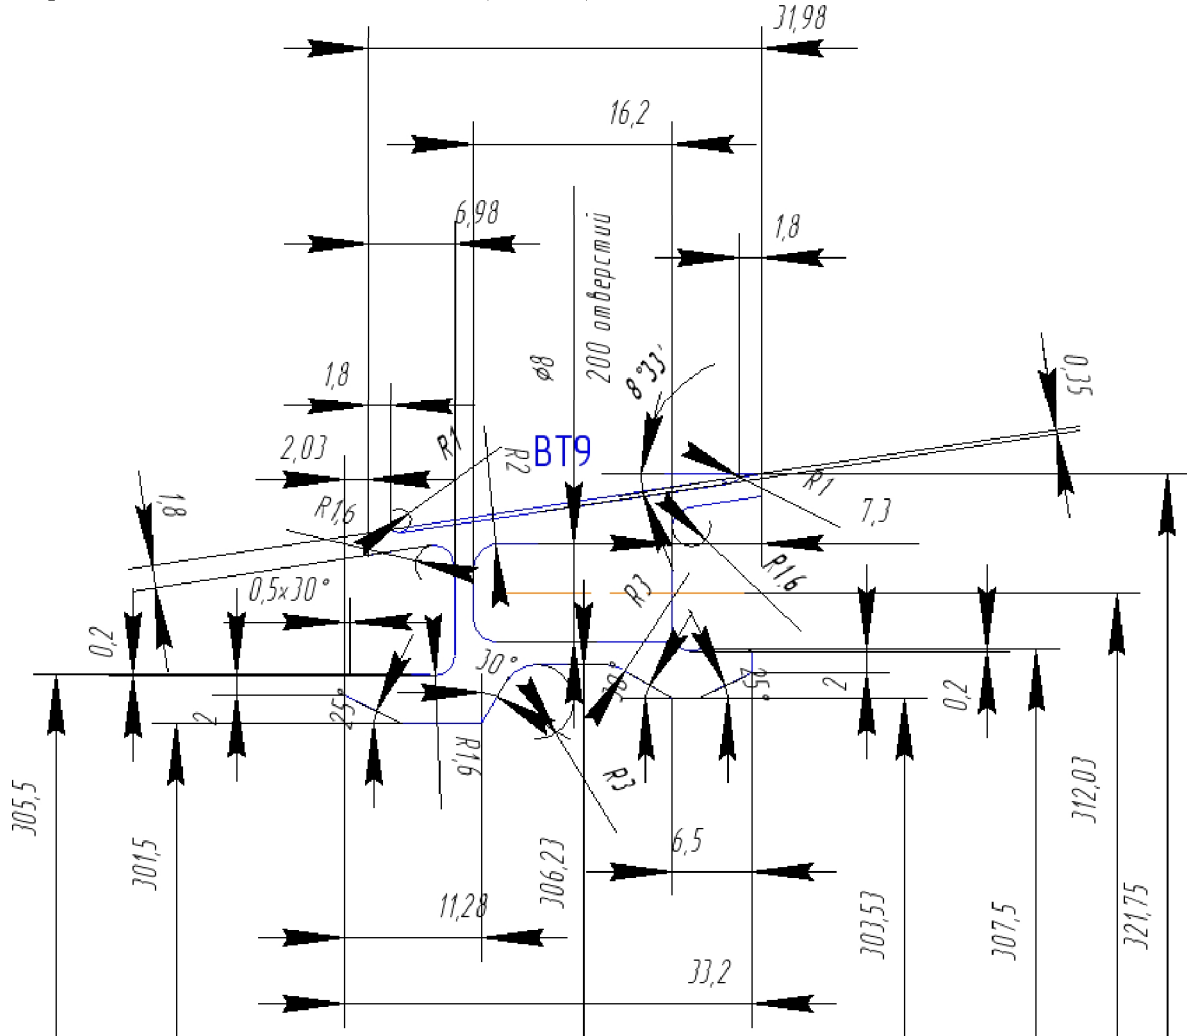
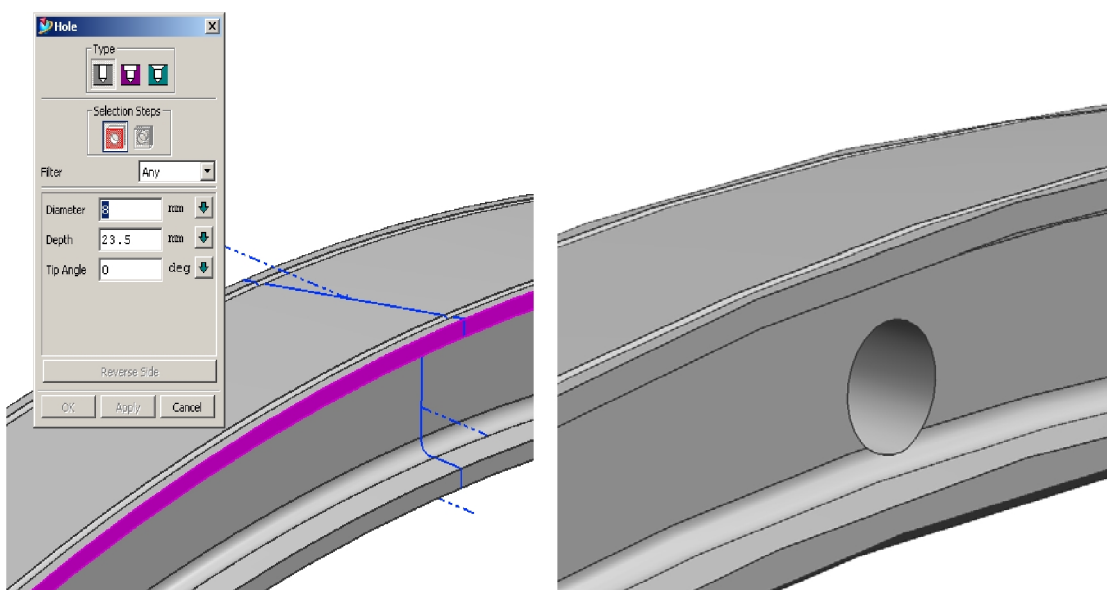
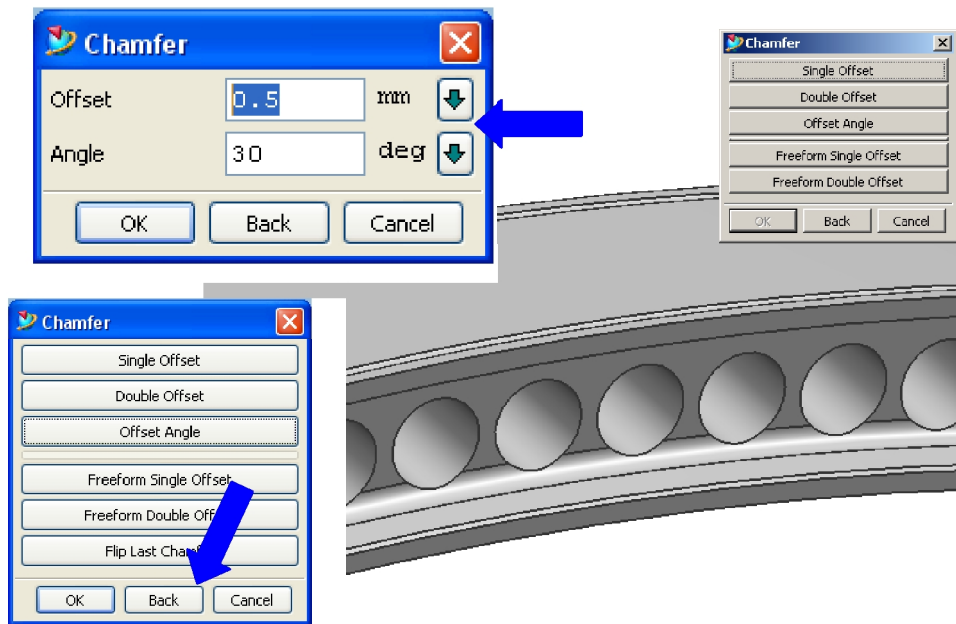

Рис. 70. Образмеренный эскиз тракторной проставки
Рис. 74. Создание отверстия
Рис. 77. Фаска 0.5x30 на ободке диска
Для построения промежуточного кольца компрессора воспользуемся образмерным эскизом меридионального сечения детали (Рис. 70):
Для построения тракторной проставки компрессора воспользуемся образмеренным эскизом меридионального сечения детали (Рис. 70):
Создайте 200 отверстий диаметром 8 мм и глубиной 16.2 мм согласно эскизу (Рис. 70). Для этого воспользуйтесь меню: **Insert** → **Design Feature** → **Hole...** Система запросит указать плоскую поверхность, на которой будет создано отверстие), **ОК**. В появившемся меню **Positioning** воспользуйтесь опцией **Perpendicular** и выполните позиционирование отверстия: задайте размер от оси проставки (горизонтальный **Datum Plane**) до центра отверстия - 302 мм (что соответствует диаметру 604 мм центров отверстий) и 0 мм от вертикальной **Datum Plane** до центра отверстия, нажмите **ОК**. В результате получим отверстие диаметром 8 мм и глубиной 16.2 мм (Рис. 74).
9. Создайте фаски в соответствии с требованиями эскиза (Рис. 70). Для этого выберите из меню **Insert** → **Detail Feature** → **Chamfer...**, выберите опцию **Offset Angle**, выберите требуемое ребро в графической области, задайте **Offset** – 0.5 мм и **Angle** = 30°. Аналогично создайте фаску для второго центрирующего пояска. Если фаска неправильно расположена, можно воспользоваться опцией **Flip Last Chamfer** (Рис. 77).